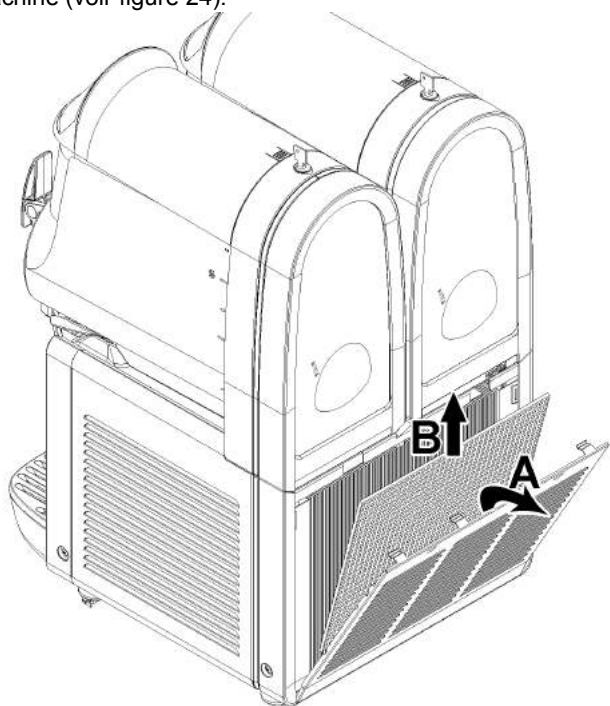

figure 24
**2 Tous les mois** : ôter la poussière qui s'est accumulée sur le filtre du condensateur situé sur le panneau arrière de la machine (voir figure 24).